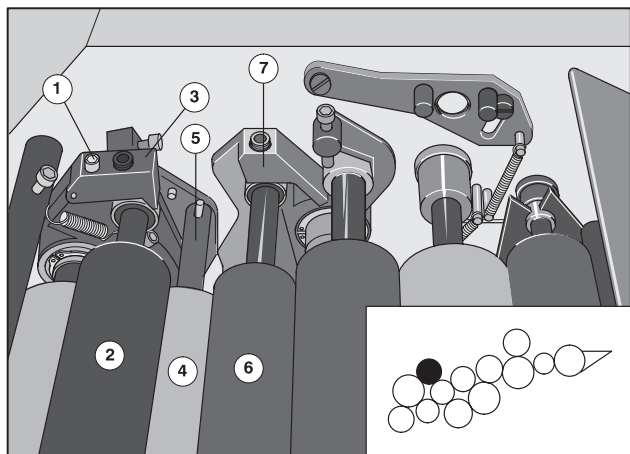

Рис. 15 Демонтаж 4-ого передаточного валика
- ❶ Выкрутите винт с внутренним шестигранником (Рис. 15/❶) с помощью инструмента печатника; винт остается в фиксаторе на стороне привода и стороне обслуживания.
- ❷ Откиньте вверх фиксаторы на стороне привода (Рис. 15/❸) и стороне обслуживания.
- ❸ Вытащите 4-ый передаточный валик (Рис. 15/❷) из опор на обеих сторонах одновременно.
- 1 Возьмитесь за 3-ий передаточный валик (Рис. 15/④) на осях валика (Рис. 15/⑤) и вытяните его вверх из опор.
- 1 Выдавите 2-ой передаточный валик (Рис. 15/⑥) из опор на стороне привода (Рис. 15/⑥) и стороне обслуживания в сторону приемки.